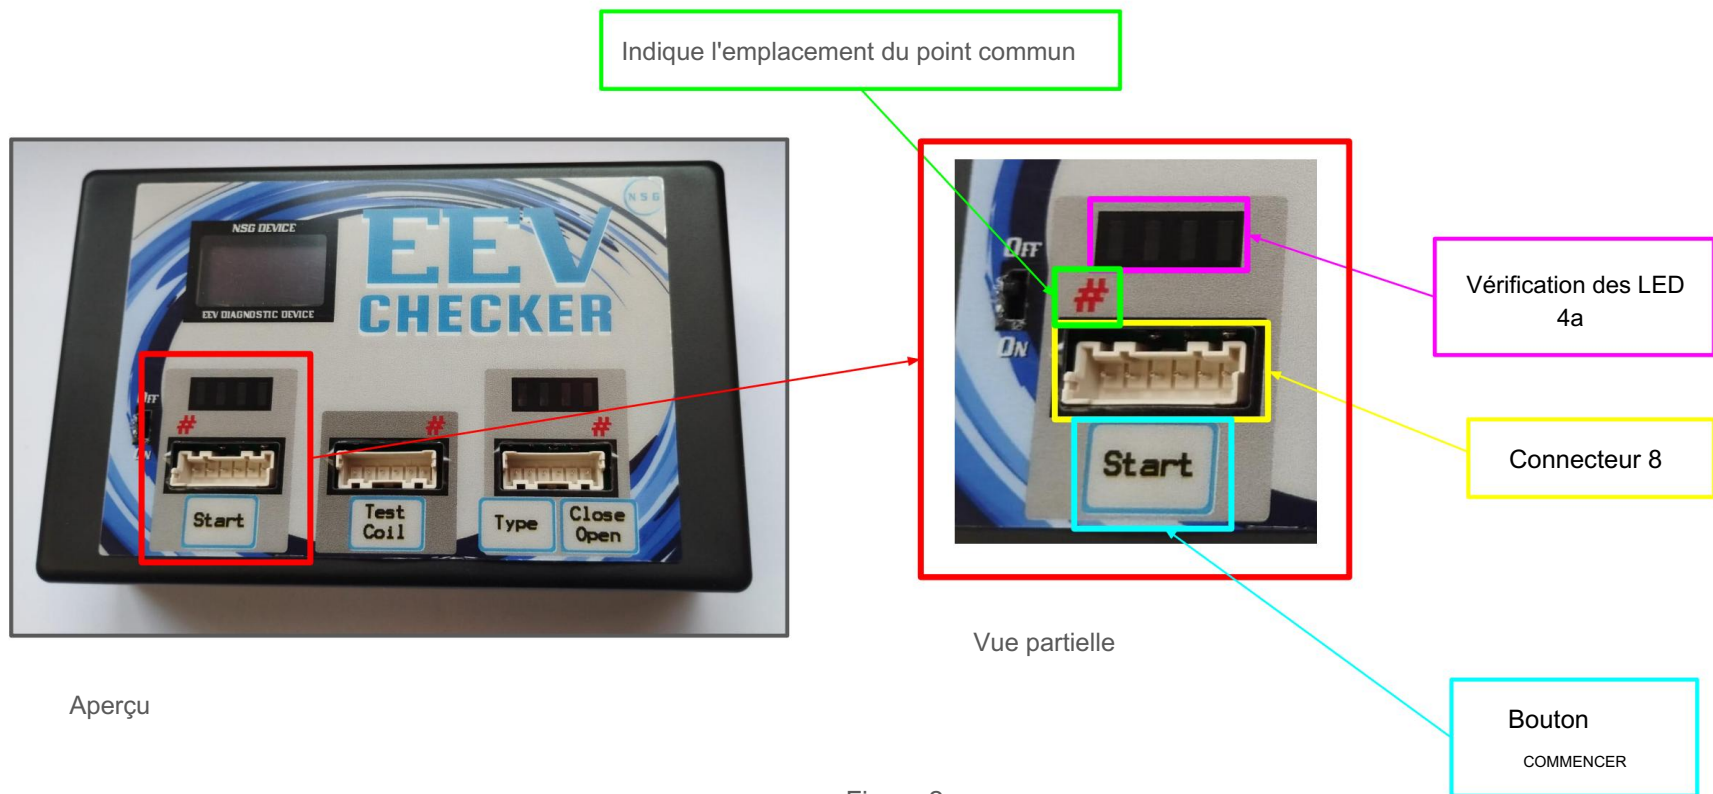

Figure 2
- Si le connecteur de la carte est de type JST B6B-XH-A, le **câble Aux_1.1 doit être connecté** entre la sortie correspondante de l'électronique et le connecteur 8 (figure 2).
- Lorsque le connecteur de la carte est de type JST **B6B-XASK-1** , le **câble Aux_1.1 et le câble Aux_1.2 seront connectés** entre la sortie correspondante de l'électronique et le connecteur 8 (figure 2).